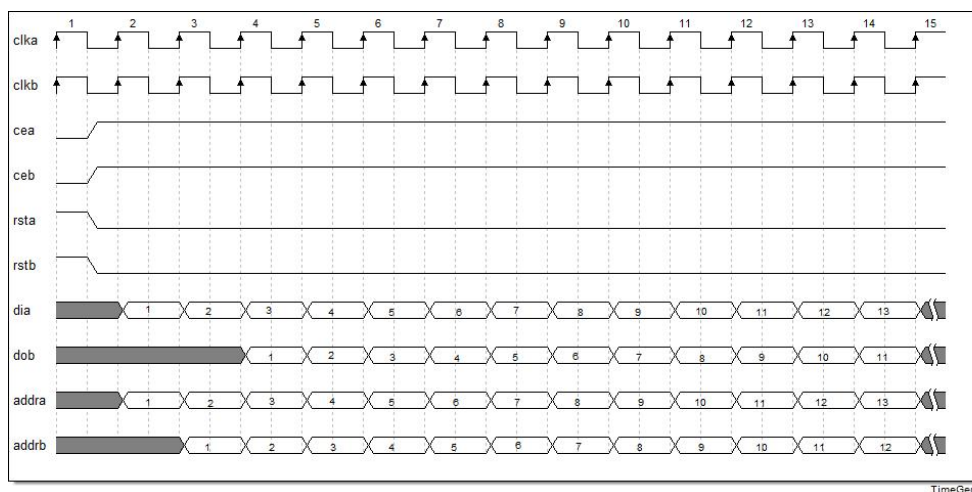

图 28 简单双口模式时序参考图
3. 简单双口模式 (Simple Dual Port RAM)，图 28 为上述简单双口模式配置的时序参考图。